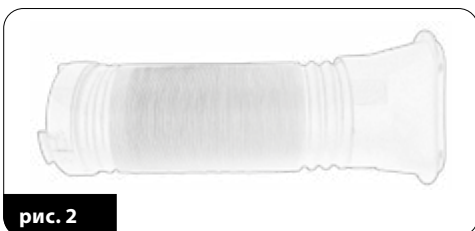

рис. 2
- На одном конце воздуховода (15) прикрутите монтажное кольцо (17). Три выступа на внешней кромке кольца (17) должны после установки находиться снаружи воздуховода (рис. 2). К другому концу воздуховода (15) прикрутите монтажный соединитель (16).